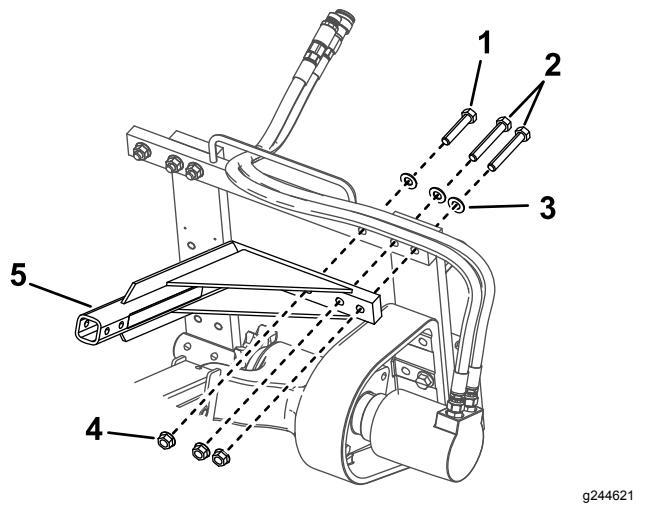

Figura 4
2. Usando i dispositivi di fermo precedentemente rimossi, installate la barra di sicurezza dello scavafossi come illustrato in (Figura 4).
1. Rimuovete i bulloni, le rondelle e i dadi flangiati dall'angolo in alto a sinistra del telaio dello scavafossi (Figura 4).